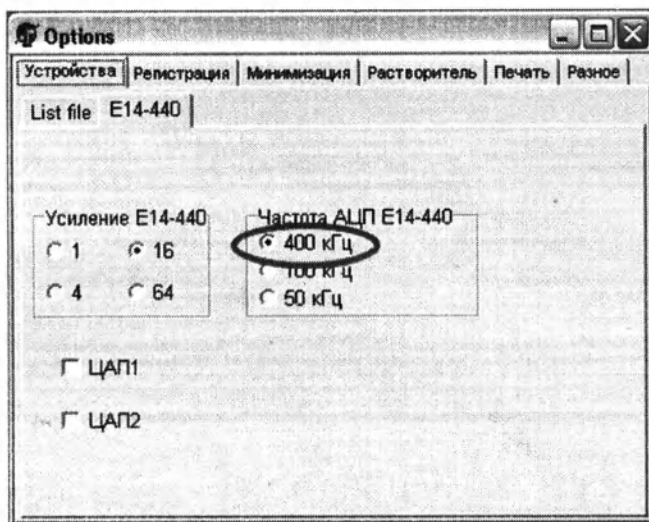

Рис. 5 Вид окна «Настройки», вкладка «Устройства», «E14-440»
- 7.10 Нажать кнопку «Настройки» и перейти на вкладку «Устройства». Выбрать из доступных вкладок «E14-440» (Рис. 5) Проконтролировать положение переключателя «Частота АЦП» Он должен находиться в положении «400 кГц». Если переключатель находится в другом положении установить его в правильное положение.